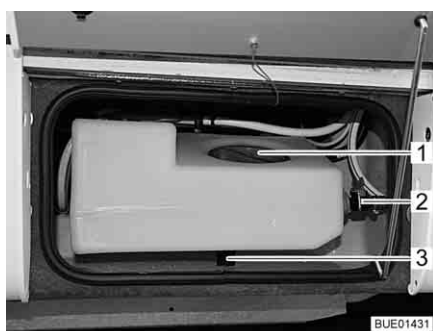
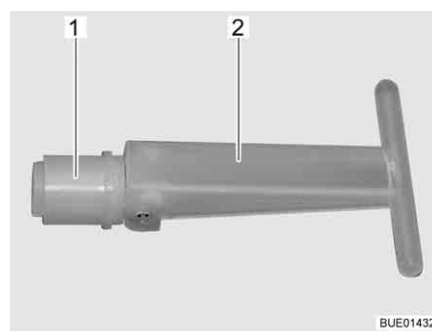

Fig. 229 Serbatoio dell'acqua aggiuntivo
Fig. 230 Tappo di chiusura
Quando la valvola di svuotamento (Fig. 229,2) è aperta, la capienza del serbatoio dell'acqua aggiuntivo è limitata a circa 30 l; l'acqua in eccesso defluisce. Quando la valvola di svuotamento è chiusa, è disponibile l'intero volume del serbatoio.
Quando si toglie il tappo di chiusura (Fig. 230,1) all'interno del serbatoio dell'acqua aggiuntivo, l'acqua defluisce attraverso lo scarico (Fig. 229,3). Il tappo di chiusura si raggiunge attraverso l'apertura di servizio (Fig. 229,1).
- Assicurarsi che il tappo di chiusura (Fig. 230,1) del serbatoio dell'acqua aggiuntivo sia chiuso (impugnatura (Fig. 230,2) girata).
- Assicurarsi che la valvola di svuotamento (Fig. 229,2) sia chiusa.
- Aprire l'apertura di servizio (Fig. 229,1) del serbatoio dell'acqua aggiuntivo.
- Attraverso l'apertura di servizio, portare in posizione verticale l'impugnatura (Fig. 230,2) del tappo di chiusura (Fig. 230,1) e sfilare il tappo.
- Aprire la valvola di svuotamento (Fig. 229,2) sul serbatoio dell'acqua aggiuntivo.